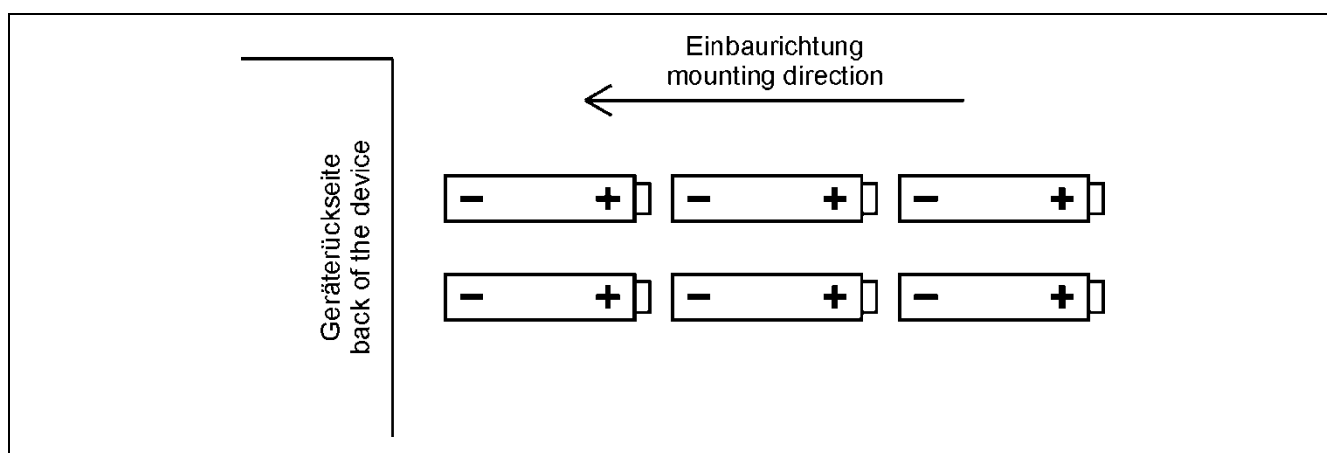

Figura 4: Colocación de las baterías recargables NiCd
Asegúrese de que todas las baterías recargables se inserten en la dirección correcta (vea Figura 4) de lo contrario se ocasionaran daños en el UNIDOS E.
- Introduzca las baterías recargables. Para saber acerca de la cantidad de baterías y su polaridad, consulte la Figura 4.